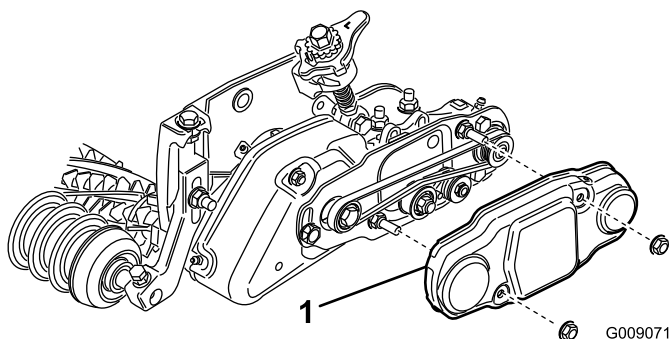

Figura 36
48. Infilate il paracinghia sui bulloni di montaggio e fissatelo con due dadi flangiati (Figura 36).